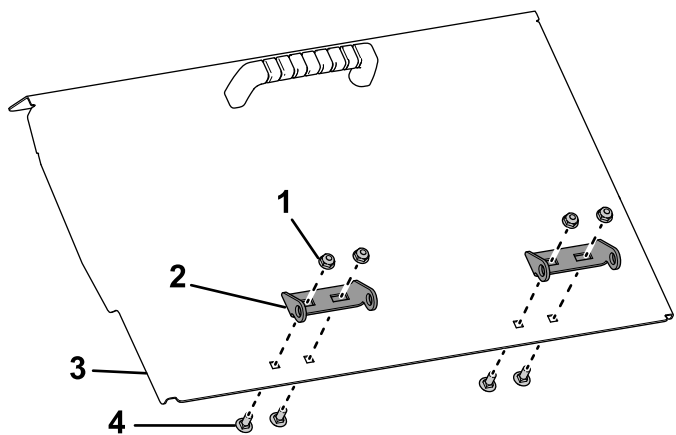

Figura 7
- Instale la bisagra en la puerta de la tolva usando los pernos de cuello cuadrado ( $\frac{1}{4}$ " x  $\frac{5}{8}$ "") y las contratuercas suministrados (Figura 7).